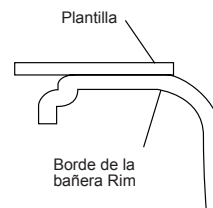

Figura 13 - Colocación de la plantilla
- Ubique la plantilla de modo que las guías deseadas de montaje bajo cubierta estén alineadas con el borde tal como se muestra (Figura 13).